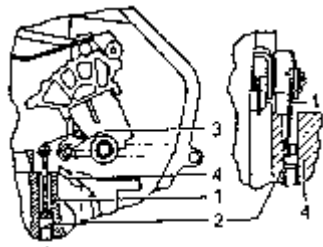

图 7-140 调整手动换档阀的操作杆
(8) 调整手动换档阀的操作杆。将换档杆放在“P”位置，将带手动换档阀的操作杆推入阀体的底部，然后拧紧螺栓至 $4\text{N}\cdot\text{m}$ 。如图 7-140 所示。